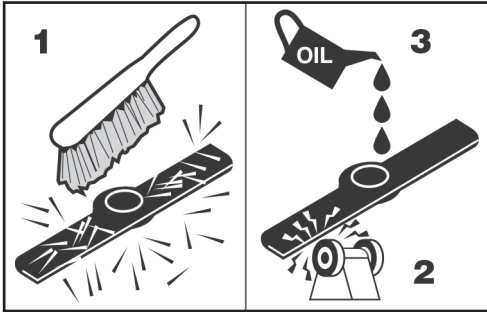

FIG. 16
10.1 MAINTENANCE – FIGS. 16 – 21